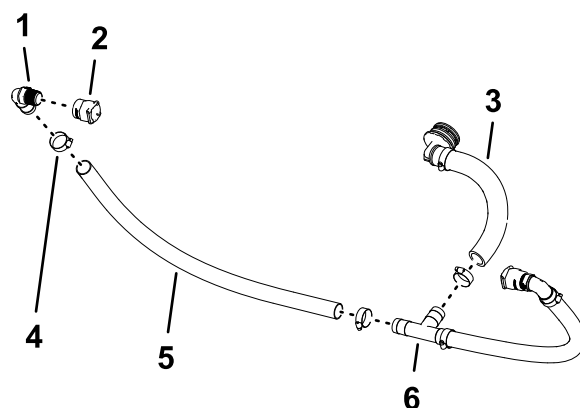

Figura 90
2. Monte a união de ligação rápida (tomada—3/4 pol.) na união estriada de 90° (1 x 3/4 pol. NPT) como se mostra na Figura 90.
3. Monte a união estriada de 90° (1 x 3/4 pol. NPT) no tubo (1 x 26 pol.) e prenda o tubo à união com uma braçadeira de tubos (Figura 90).
4. Monte a extremidade livre do tubo na união em T como se mostra na Figura 90 e prenda o tubo à união com uma braçadeira de tubos.
6. Monte a união estriada de 90° e o conjunto do tubo na união em T e prenda o tubo à união com uma braçadeira de tubos (Figura 90).